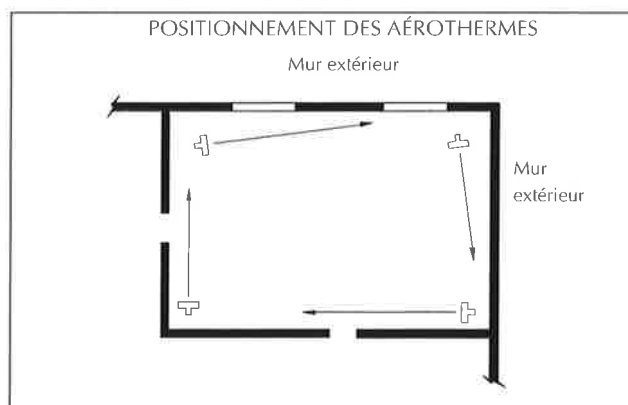

FIGURE 1
4. que la sortie d'air soit dirigée directement vers les endroits où il y a des pertes de chaleur, comme les portes ou les fenêtres (voir figure 1).
5. que la sortie d'air soit dirigée le long des murs extérieurs, avec un angle légèrement vers l'extérieur (voir figure 1).
7. que les courants de sortie d'air soient complémentaires et créent une circulation d'air. Il n'est pas nécessaire que la portée d'air de l'aérotherme se rende jusqu'à l'autre aérotherme (voir figure 1).